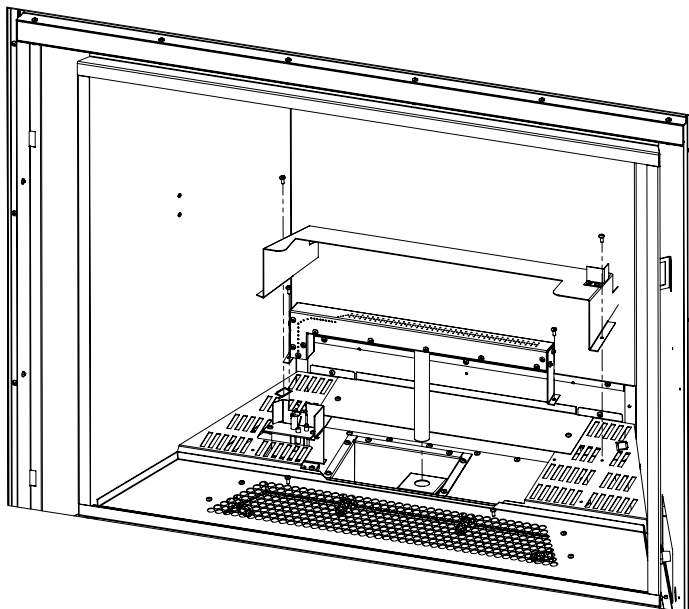

Figure 23. Enlèvement du Brûleur Arrière
2. Déposer la bûche arrière en retirant les deux vis T-20 (voir Figure 23).
3. Retirez le brûleur arrière en retirant les deux vis T-20 (voir Figure 23).